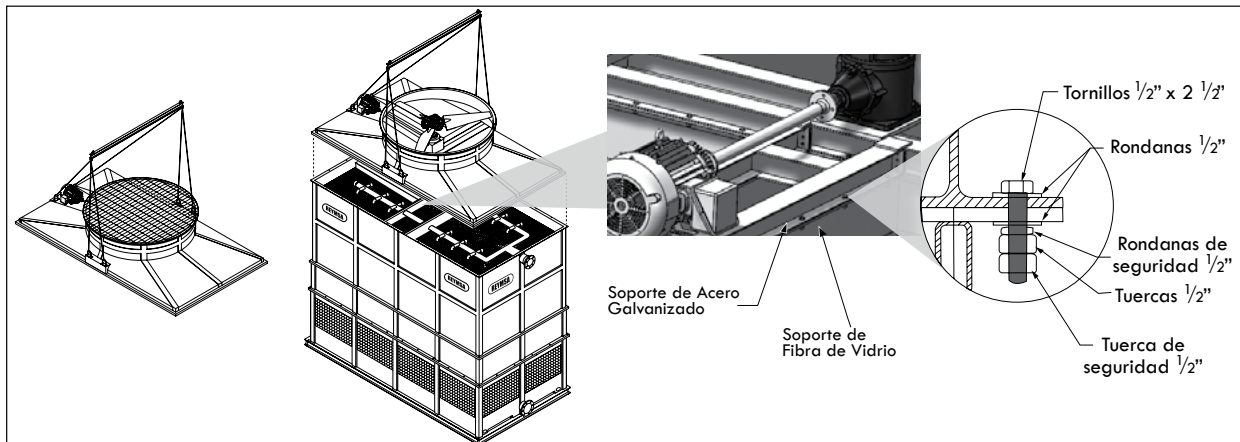

**Figura A-51: Instalación de la campana en una torre modelo RTG y RTGTC.**
- N. Los modelos RTG y RTGTC incluyen una sección llamada “Campana”, la cual es la parte superior de la torre y sirve de cubierta (ver Figura A-51). El ventilador, motor y caja reductora ya se encuentran instalados de fábrica sobre un Soporte de Acero Galvanizado con configuración “I”.
- R. Coloque la campana encima del cuerpo de la torre, asegurándose que los agujeros de la brida en la sección de la campana y en la parte superior del cuerpo de la torre están alineados. Luego proceda a atornillar y asegurar la brida con la tornillería de acero inoxidable suministrada por REYMSA (ver Figura A-51).
- S. Después de instalar la sección de la Campana, atornille por dentro del ducto de la torre el Soporte de Acero Galvanizado al Soporte de FRP (ver figura A-51). El Soporte de Acero Galvanizado que está sobre el Soporte de FRP debe ser atornillado en los lados externos de los soportes con configuración “I”. El acceso es por dentro del ducto de la torre.